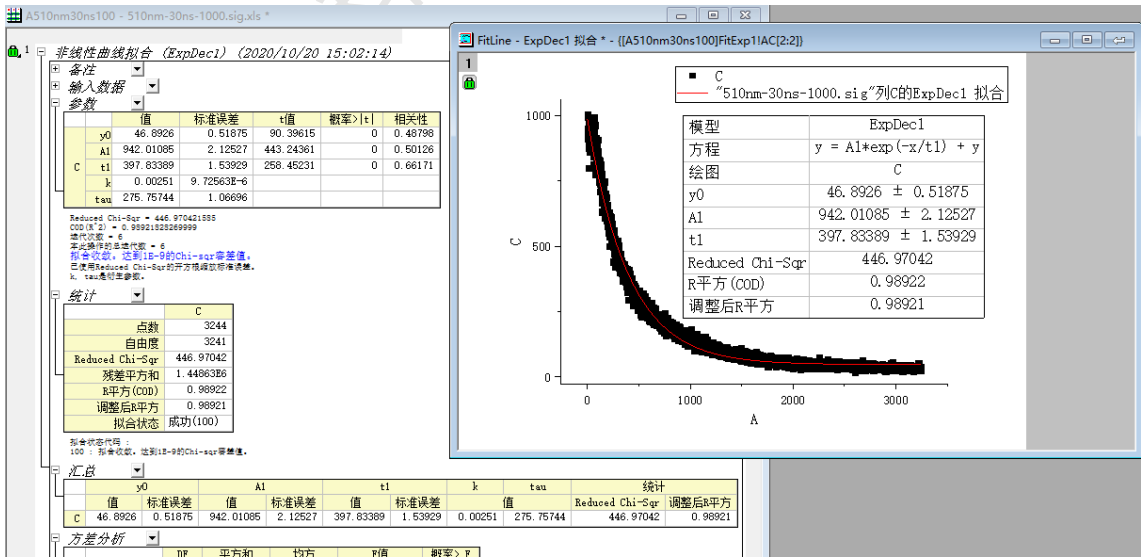

图 6-10 数据拟合
(4) 选择 ExpDec1 (单指数拟合, 多指数拟合选择 ExpDec2 或 ExpDec3), 如图 6-10。